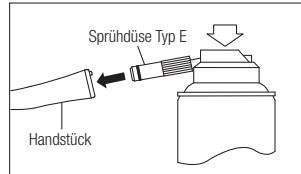

Abb.7
- 2) Setzen Sie die Sprühdüse auf der Rückseite des Handstücks ein. Halten Sie das Handstück fest und sprühen Sie für die Dauer von etwa 2-3 Sekunden. Tragen Sie Schmiermittel auf, bis es mindestens 2 Sekunden lang aus dem Handstückkopf austritt (Abb. 7).
- 3) Schmieren Sie das Handstück mit dem NSK PANA SPRAY Plus / PANA SPRAY (Abb. 7) oder dem automatischen System für Reinigung und Schmierung von NSK.